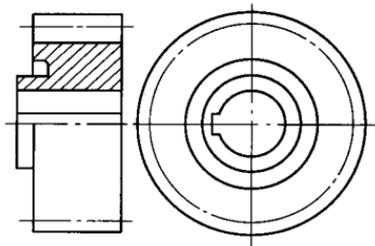
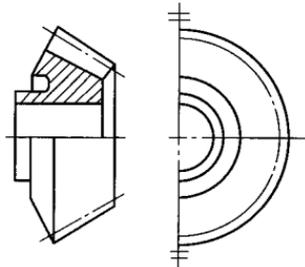
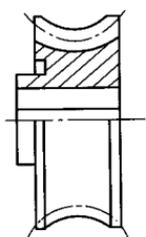
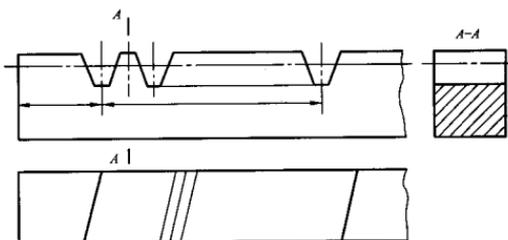

图 1 圆柱齿轮画法
图 2 锥齿轮画法
图3 蜗轮画法
图4 齿条画法
3.1 轮齿部分一般按图 1~图 7 的规定绘制。
3.2 表示齿轮、蜗轮一般用两个视图，或者用一个视图和一个局部视图（图 1~图 3）。
3.3 在剖视图中，当剖切平面通过齿轮的轴线时，轮齿一律按不剖处理（图 1、图 2、图 3、图 4、图 7）。
3.4 如需表明齿形，可在图形中用粗实线画出一个或两个齿；或用适当比例的局部放大图表示（图 4~图 7）。
3.6 如需要注出齿条的长度时，可在画出齿形的图中注出，并在另一视图中用粗实线画出其范围线（图 4）。